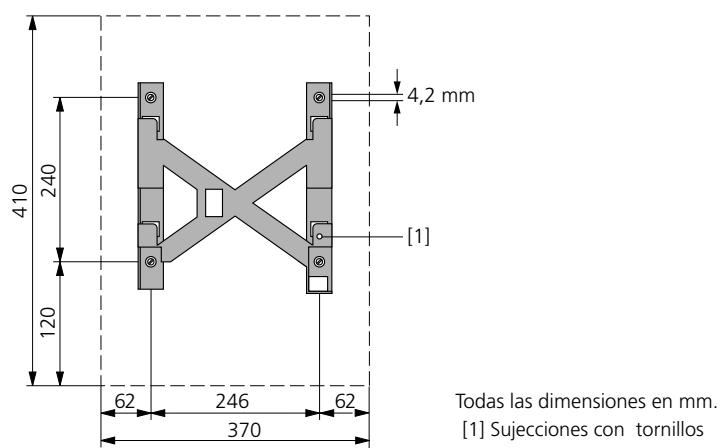

Fig. 4.2: *Bastidor mural*
4. Fijar con tornillos la centralita al bastidor mural (*Fig. 4.2, [1]*).